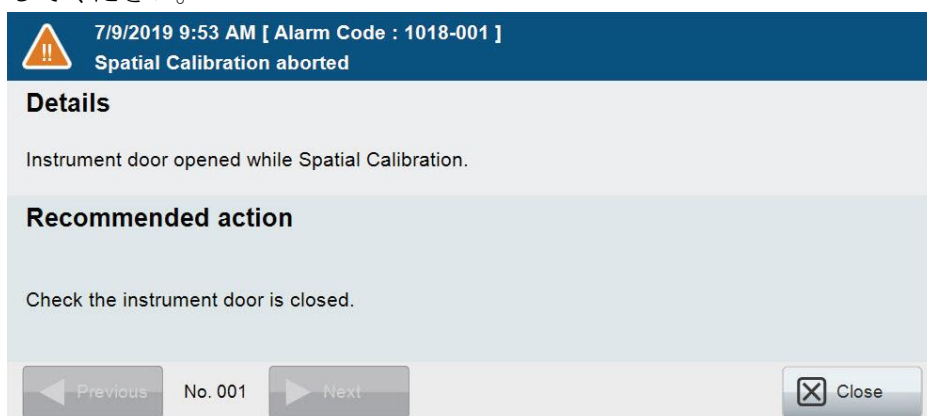

図 179 Alarm Detail 画面
- Alarm List 画面の **Detail** ボタンを選択し、アラームの詳細（図 179）を確認してください。
- Alarm Detail 画面（図 179）の Recommended Action と Details に表示されている情報を確認してください。必要な是正措置を実行し、表示された情報に対処してください。セクション 11 のエラーコードと対処リストをご参照ください。